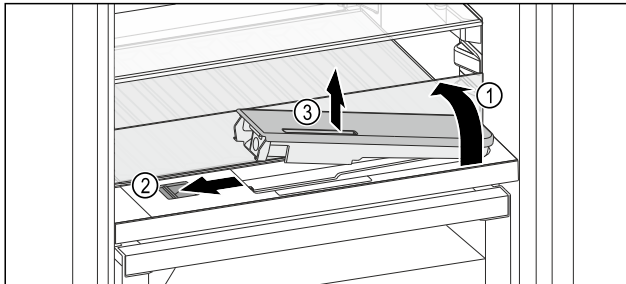

Fig. 135
- Glasplatte anheben und bis zum Anschlag nach hinten klappen Fig. 135 (1).
- Schieber Fig. 135 (2) nach links schieben.
- Wassertank entnehmen Fig. 135 (3).